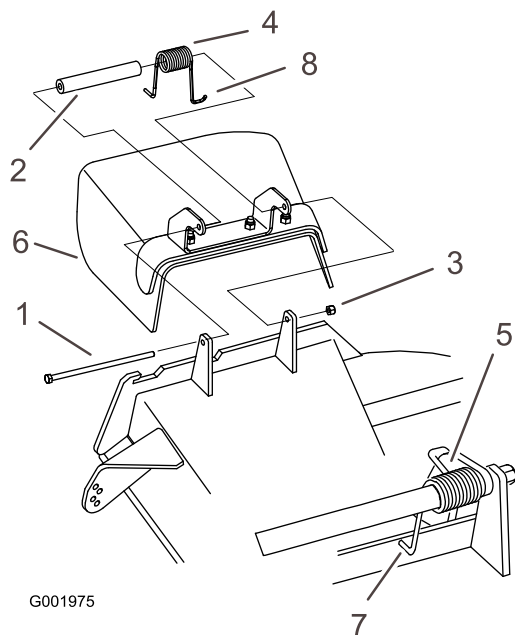

Figura 60
Nota: Asegúrese de colocar un extremo en **J** del muelle detrás del reborde de la carcasa antes de instalar el perno, según se muestra en Figura 60.
3. Instale el perno y la tuerca. Coloque el extremo en **J** del muelle alrededor del deflector de hierba (Figura 60).
1. Retire la contratuerca, el perno, el muelle y el espaciador que sujetan el deflector a los soportes de pivote (Figura 60). Retire el deflector de hierba dañado o desgastado.